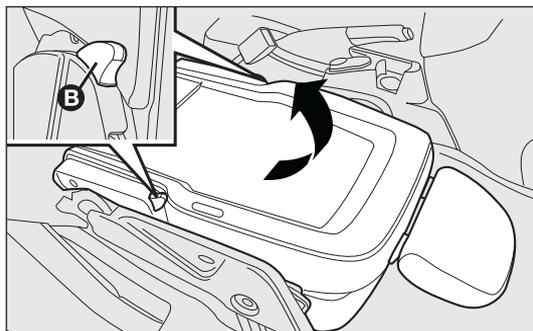

fig. 26
- agir sur les leviers B-fig. 26 et lever encore le siège vers le haut.